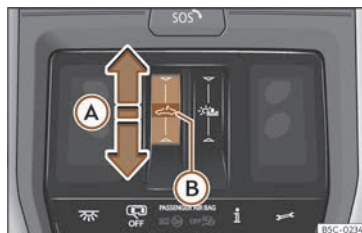

Fig. 87 Pe plafon: buton plafon din sticlă.
- Mișcarea automată: treceți cu degetul înapoi peste zona funcțională ☞ >>> fig. 87 (A).
• Înainte cu aproximativ 5 secunde de activarea funcției antiprindere, treceți cu degetul înainte peste zona funcțională ⚡ >>> fig. 87 Ⓐ și țineți apăsat până când trapa se închide complet.